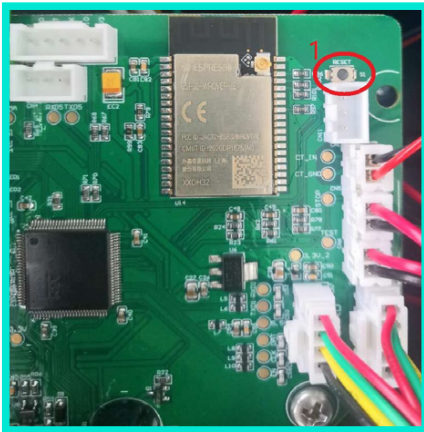

Imagen 20
- (1) Desconecte el equipo. Retire la tapa del cargador y acceda a la placa principal.
- (2) Busque el botón de reinicio negro en la esquina superior derecha de la placa base como se muestra en el círculo de la imagen 20.
- (3) Encienda el cargador y espere a que se cargue. Una vez finalizado el auto-checking, presione y mantenga presionado el botón negro de reinicio durante 5 segundos (no toque los componentes internos). El zumbador sonará para indicar el reinicio de la contraseña.
- (4) Desconecte la alimentación del cargador e instale la tapa del cargador nuevamente.